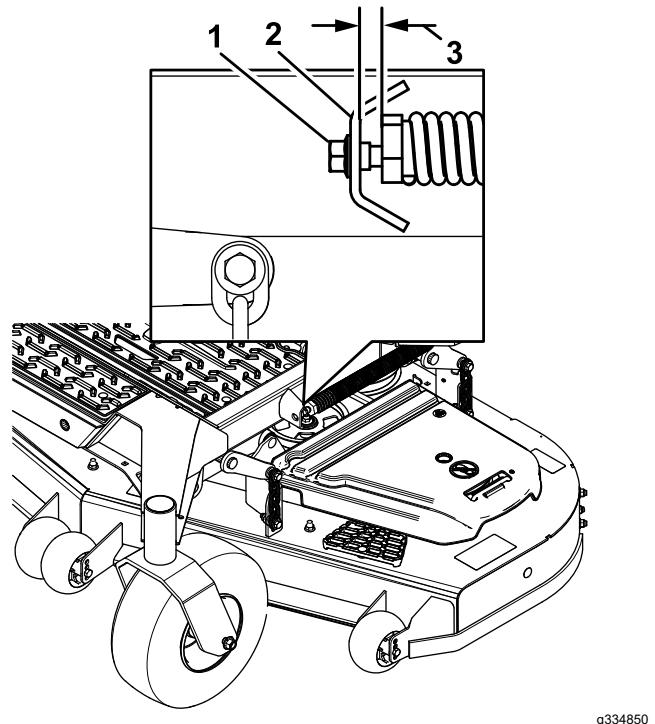

Figure 100
10. Afloje lentamente el tornillo de ajuste del muelle auxiliar de elevación hasta que pueda retirar el tornillo (Figure 100).